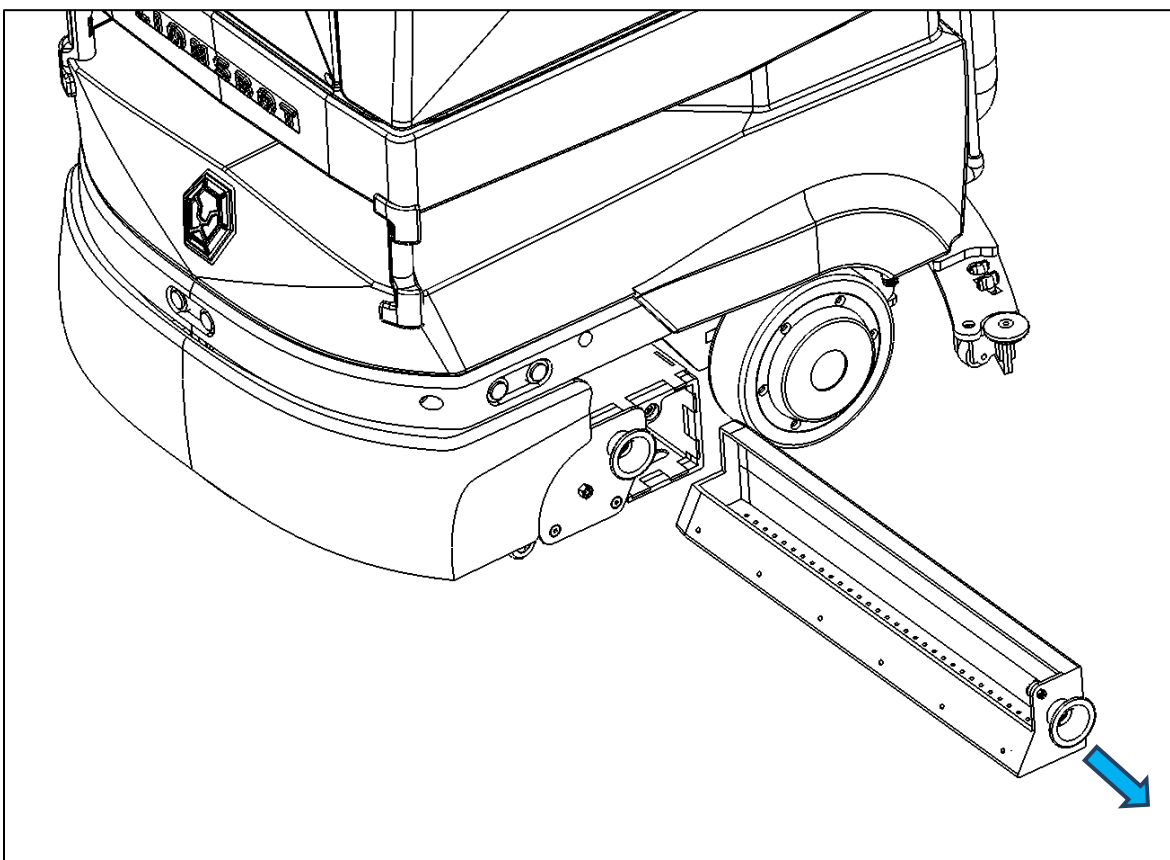

Fig. 1
1. Tirez sur le bouton du bac à débris pour le libérer du loquet magnétique (Fig. 1).